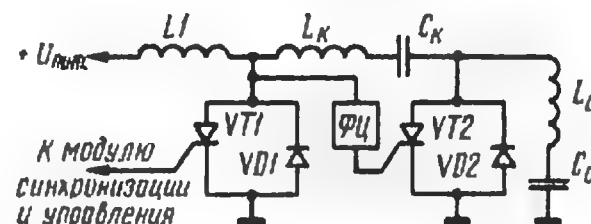

Рис. 1
**В**ыходной каскад строчной развертки нового телевизора УПИМЦТ-61-11\* собран на тринодах, чем он существенно отличается от аналогичных каскадов других телевизоров. На упрощенной схеме каскада, изображенной на рис. 1, тринод VT1 и диод VD1 образуют переключатель обратного хода лучей, а тринод VT2 и диод VD2 — переключатель прямого хода лучей. В каскад включены два последовательно соединенных колебательных контура: отклоняющий  $L_0C_0$  и коммутирующий  $L_KC_K$ , дроссель  $L_I$  и формирующая цепочка ФЦ. Отклоняющий контур содержит обмотки строчного трансформатора, отклоняющие катушки, регулятор линейности строк и конденсаторы каскада.